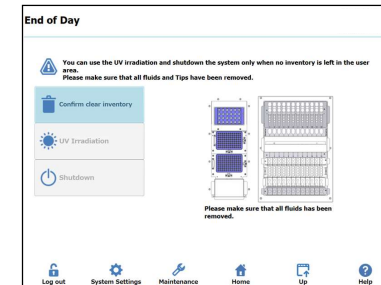

Figura 17: Ecrã "End of Day" (Fim do dia)
24. No ecrã Início, selecione "End of Day" (Fim do dia). É mostrado o ecrã seguinte (Figura 17).